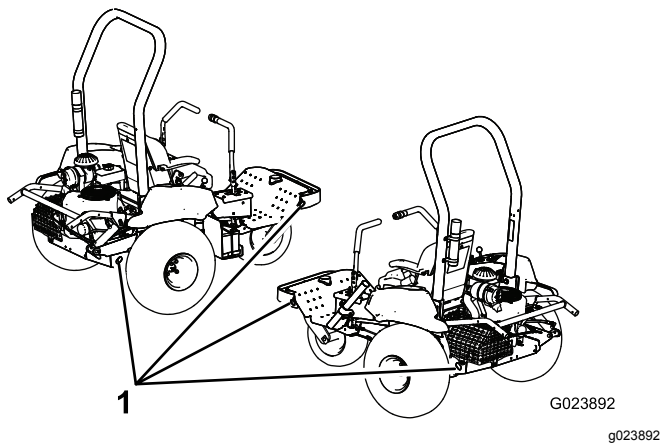

图30
5. 使用机器上的栓系点图30用箍带、链条、缆绳或绳子将机器牢牢固定在运输车上。